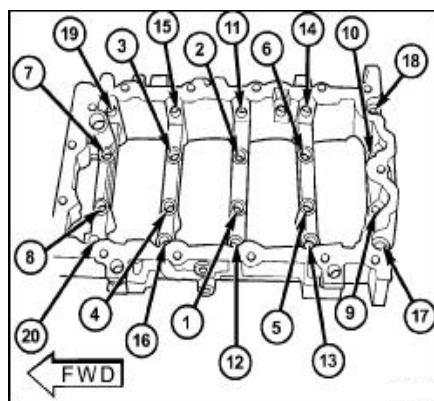

图. 76 主轴承盖紧固顺序
- (10) 清洗剩余的主轴承盖/整体式轴承盖板螺栓。
- (11) 主轴承盖/整体式轴承盖板顺序(图76)。